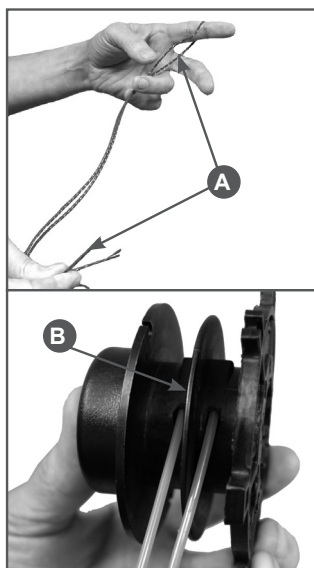

Рис. 16 Подготовка корда
2. Отрежьте корд длиной примерно 3,5 м. Сложите его вдвое и выровняйте концы (Рис.16А). Середину корда вставьте в прорезь перемычке в катушке (Рис.16В).